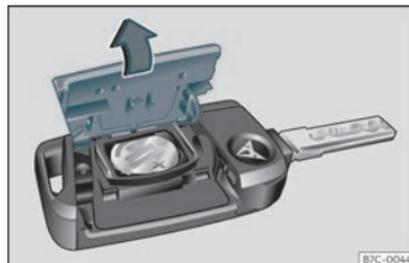

Fig. 72 Clé du véhicule : ouverture du cache du logement des piles.
- Retirez le couvercle de la partie arrière de la clé du véhicule »» **fig. 72** dans le sens de la flèche »» .
- Placez le couvercle comme indiqué »» **fig. 72**, et appuyez-le sur le boîtier de la clé du véhicule dans le sens contraire de la flèche jusqu'à ce qu'il s'encastre.